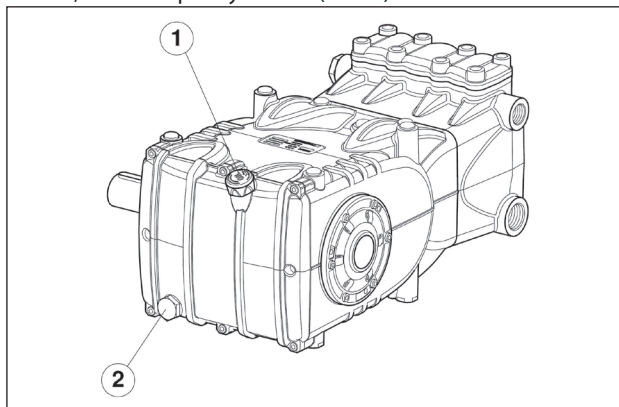

Рис. 1
Перед тем как приступить к ремонту механических компонентов, необходимо удалить масло из картера. Для удаления масла снимите маслоизмерительный щуп, поз. ①, а затем пробку поз. ② (Рис. 1).